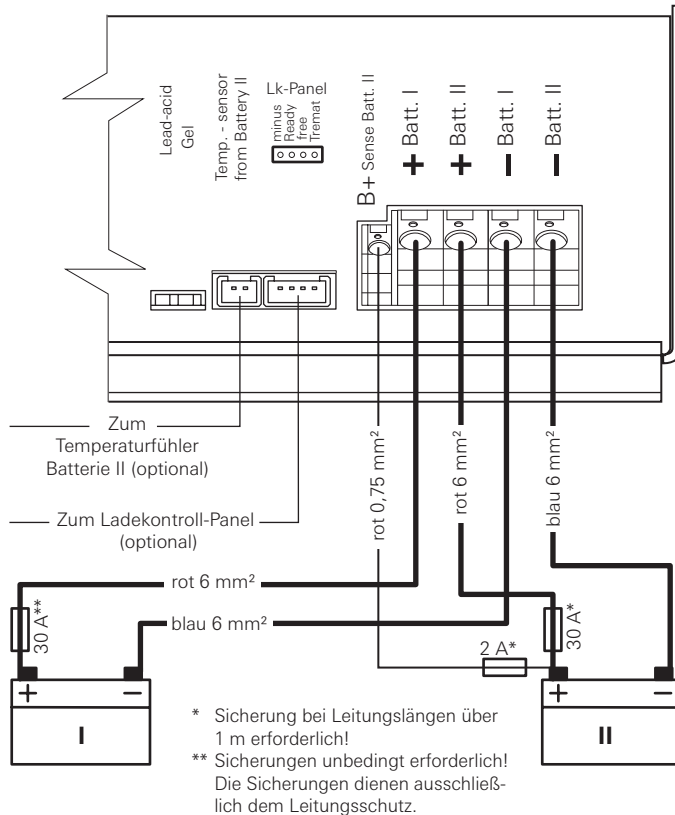

Bild 3: Anschlussplan
- Verbinden Sie das Ladegerät gemäß Anschlussplan (Bild 3) mit der Versorgungsbatterie (Batterie II). Achten Sie auf die Leitungsquerschnitte und den richtigen Anschluss der Pole.
- Verbinden Sie das Ladegerät gemäß Anschlussplan (Bild 3) mit der Starterbatterie (Batterie I). Achten Sie auf die Leitungsquerschnitte und den richtigen Anschluss der Pole.